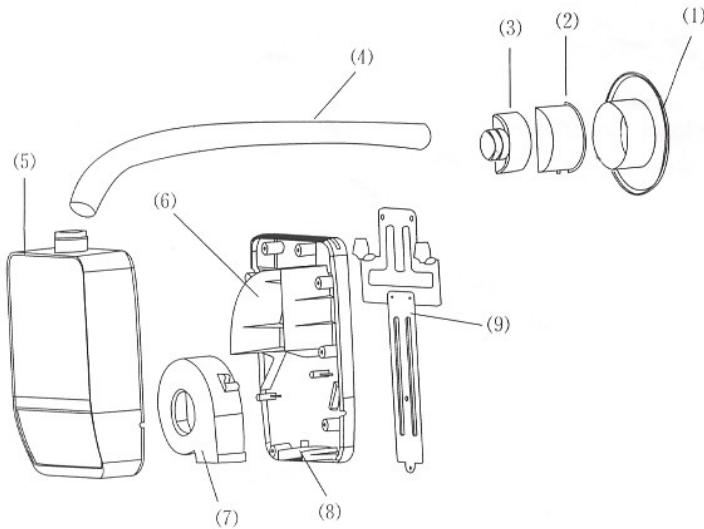

Рис. 5.3.1
Установка вытяжки воздуха HZ03 (рис. 5.3.1) представляет из себя устройство, состоящее из пластикового корпуса (передняя панель поз. 5 и задняя панель поз. 8), центробежного вентилятора (поз.7), монтажной панели (поз. 9) и воздуховыпускной трубы (поз. 4) с адаптером (поз. 3), корпусом решетки (поз. 2) и гильзой монтажной (поз.1). Электропитание осуществляется через блок питания (поз. 6).
- В корпус решетки устанавливается адаптер поз. 3 (рис. 5.3.1), в который подключается воздухозаборная труба поз. 4.
- Внимание! Наращивать воздухоотводящую трубу поз. 4 (рис. 5.3.1) не допускается.